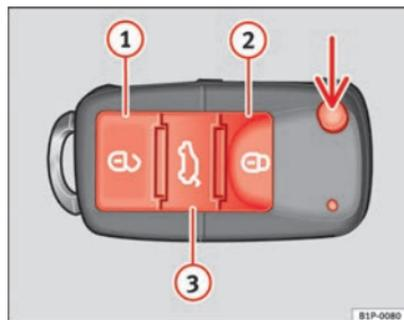

Fig. 62 Tasti della chiave con telecomando
Con il tasto  fig. 62 (freccia) del telecomando, si sblocca lo scatto della chiave.
Sblocco del veicolo  \Rightarrow fig. 62 ①.
Tasto di chiusura  \Rightarrow fig. 62 ②.
Sblocco del portellone posteriore. Tenere premuto il tasto  \Rightarrow fig. 62 ③ fino a quando lampeggiano brevemente tutti gli indicatori di direzione. Dopo aver premuto il tasto di sblocco  ③, si hanno 2 minuti per aprire il portellone. Una volta trascorso questo periodo si blocca di nuovo.
Inoltre, la spia della pila della chiave \Rightarrow fig. 62, lampeggia.
Premere una sola volta il tasto  \Rightarrow fig. 62 ①, per aprire la porta del conducente, le altre porte rimarranno chiuse. ▶
Per aprire le serrature di tutte le porte si deve premere due volte il tasto  ⇒ fig. 62 .
- Premere il tasto  ⇒ fig. 62 del telecomando.